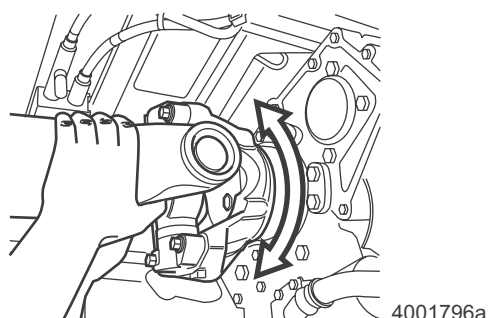

Figura 3.1
B. Mover el yugo final hacia ARRIBA-Y-ABAJO y DE-LADO-ALADO. No debe haber cualquier movimiento donde el yugo conectase a los ejes de entrada y salida. Figura 3.1.
- Si los yugos finales de salida y entrada no están sueltos, asegúrese que el eje de transmisión de salida y las estrías del eje de entrada no están flojas en el yugo final: los yugos finales de entrada y salida no están flojos, compruebe que el eje de salida de la transmisión y las estrías del eje de entrada no están flojas en el yugo final: Sostenga el yugo con una mano y gírelo DE-IZQUIERDA-PARA-DERECHA mientras usted chequea la holgura radial. Figura 3.1.